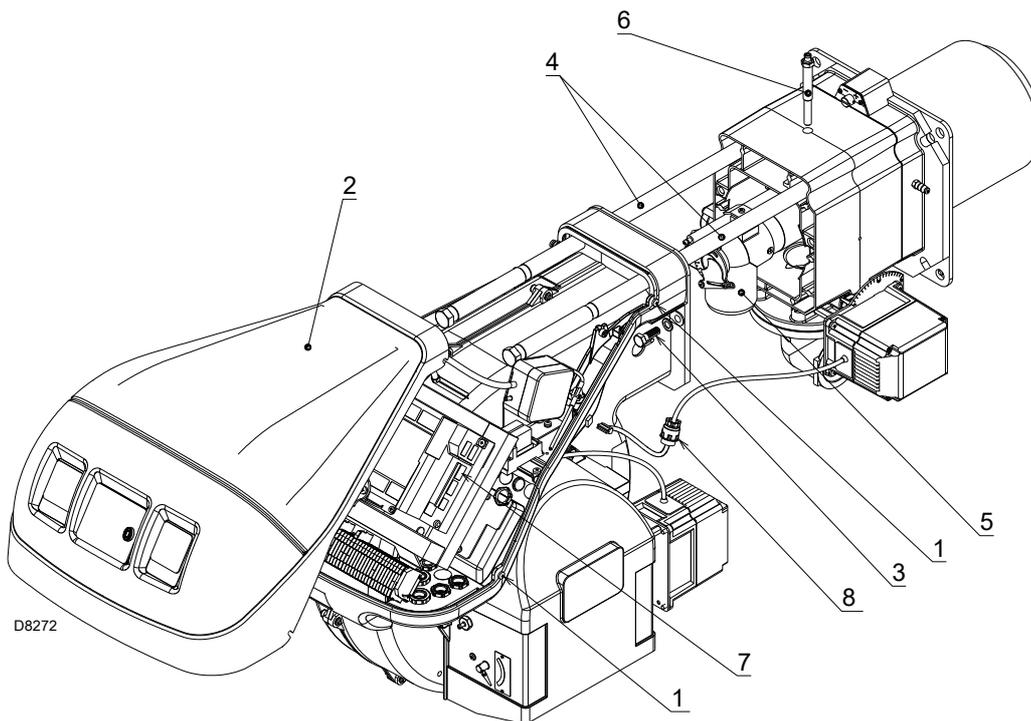

图 39
检查确认启动时位于燃烧头分配器上的的各燃气出气孔未附着灰尘或生锈。如不确定，需拆下弯头查看（第 55 页图 39）。
- 拆下 4 个螺丝 1)(图 39) 同时取下保护盖 2)。